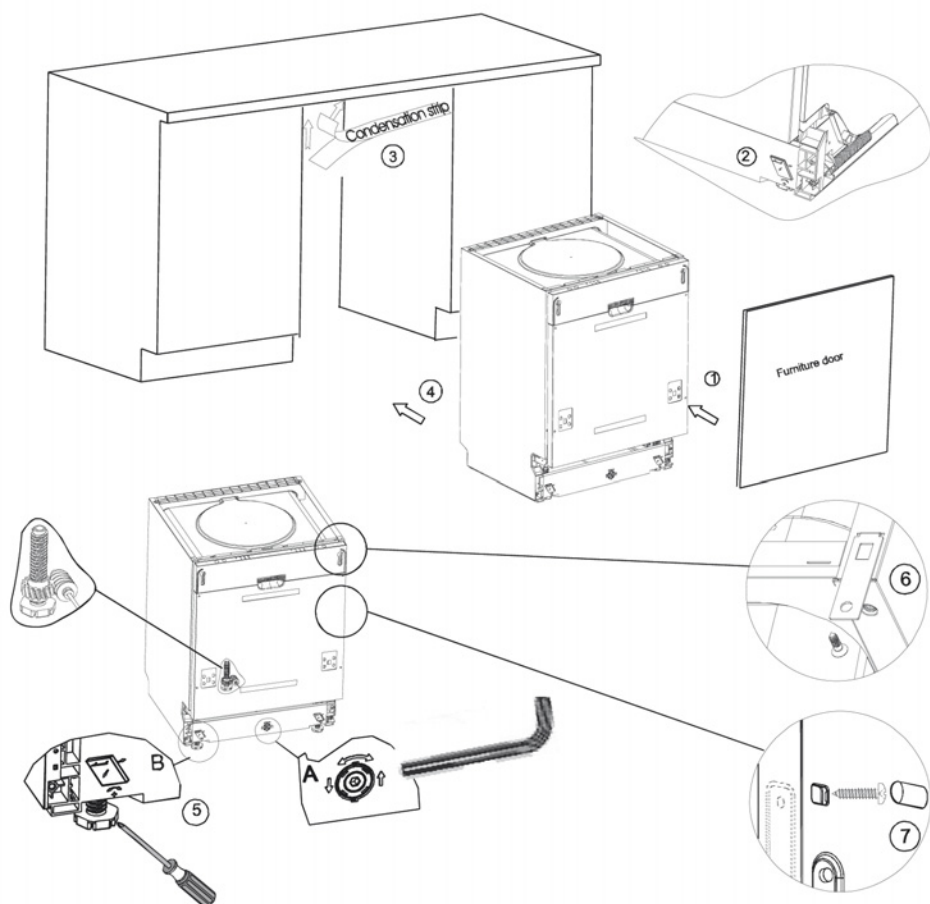

Рис. 8. Последовательность установки посудомоечной машины
1. Используя скобы, прикрепите декоративную дверцу от вашей мебели к дверце машины (см. п. 1 на рис. 8).
2. Отрегулируйте натяжение пружин дверцы при помощи торцевого ключа, поворачивая его по часовой стрелке для натяжения пружины и против часовой стрелки для того, чтобы ослабить пружины дверцы. Невыполнение данной операции может привести к повреждению посудомоечной машины (см. п. 2 на рис. 8).
6. Поместите посудомоечную машину на направляющие (см. п. 4 на рис. 8).
9. Выровняйте машину. Задние ножки можно регулировать винтами, расположенными спереди (см. п. 6а на рис. 8). С помощью ключа отрегулируйте передние ножки (см. п. 6в на рис. 8).
к ней шурупами по дереву, будьте осторожны, вес машины может вырвать шурупы из дерева (см. п. 7 на рис. 8).
зуйте скобы, чтобы прикрепить машину к стенам соседней мебели, при этом необходимо закрыть винты резиновыми шляпками, чтобы не повредить столешницу (см. п. 8 на рис. 8).
2. Машина разработана так, чтобы пользователь мог регулировать ножки, используя винты в передней части (см. рис. 8).